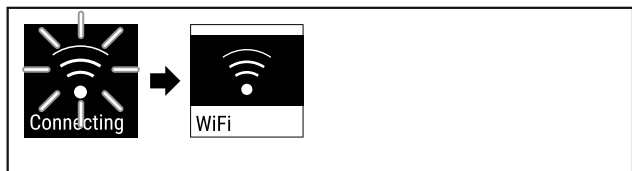

Fig. 75
- ▶ A kapcsolat létrejön (lásd Fig. 75) .